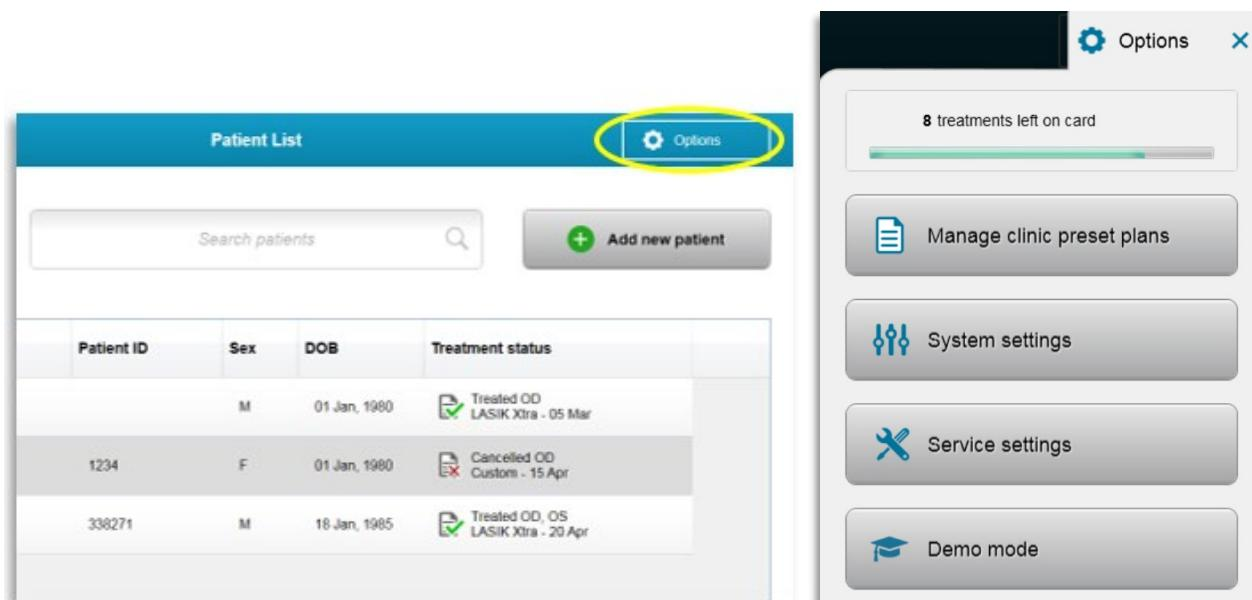

Bild 3-50. Tryck på knappen "Alternativ" (Options)
- På hemskärmen "Patientlista" (Patient List) trycker du på knappen "Alternativ" (Options) för att visa de fyra alternativsmenyerna, som visas på bild 3-50.